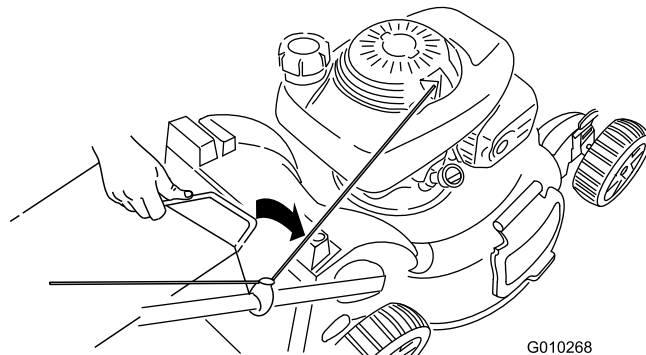

Figura 28
3. Introduzca el asa de la bolsa de recogida en las ranuras de la parte superior de la máquina (Figura 28).